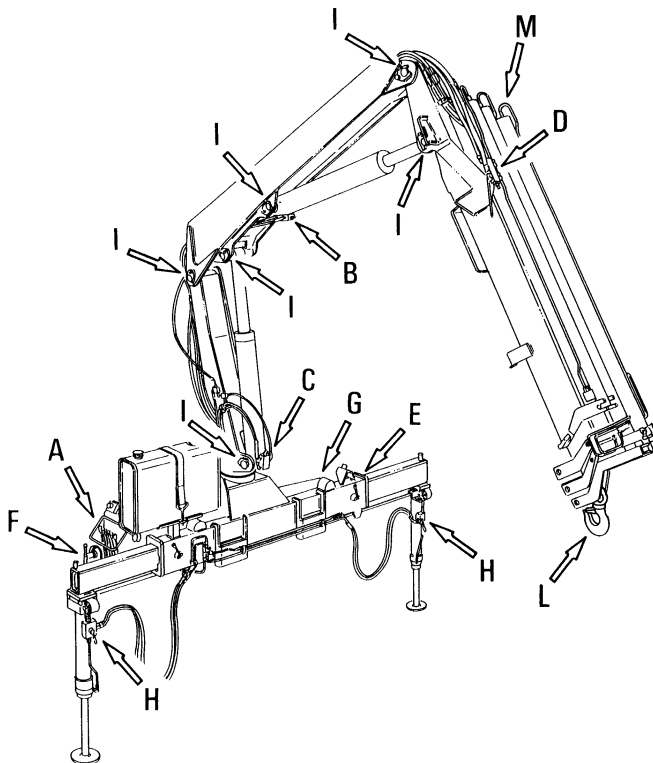

fig. 3.1.1
3.1 - Dispositivi di sicurezza sulle gru PM (fig. 3.1.1 e 3.1.2)